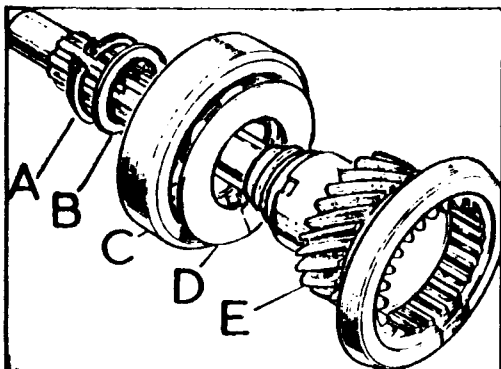

Fig. C-80 Conjunto del piñón primario
- 1.3. Desmontar el anillo elástico, A, y la arandela, B, que fijan al cojinete, C al primario, E (Fig. C-80). A presión, separar del primario el cojinete y la arandela.